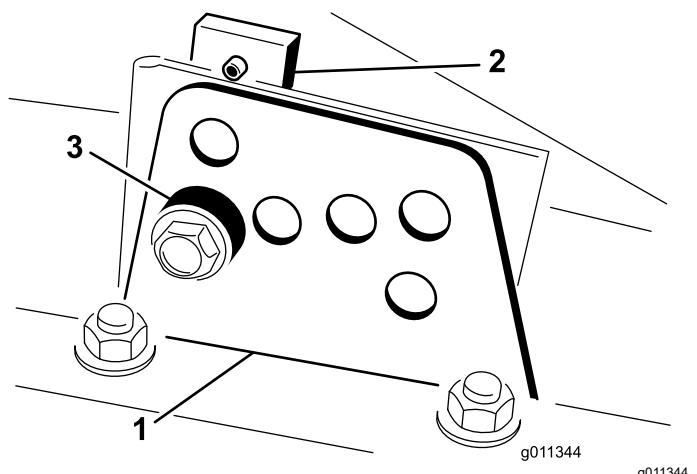

Figura 6
4. Sujetando la cámara, retire el espaciador (Figura 6).
2. Afloje el perno que sujetla cada soporte de altura de corte a la pletina de altura de corte (delante y en cada lado), tal y como se muestra en la Figura 6.